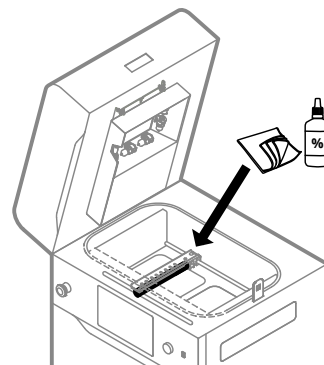

Abb. 12.58 Verwende Tücher und Ethylalkohol, um die Recoaterwalze zu reinigen, wenn sie sich über dem Feed Bed befindet.
12. Wische die Recoaterwalze mit einem trockenen Tuch ab, um die Pulverrückstände zu entfernen (Abb. 12.58).
13. Als Nächstes wischst Du die Recoaterwalze mit einem in Ethylalkohol getränkten Tuch ab (Abb. 12.58). Drücke auf **DONE**.